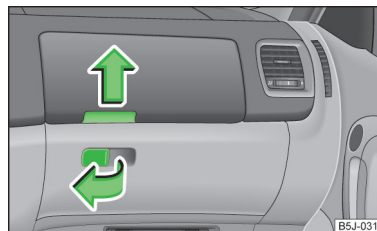

Fig. 66
- Tirez la poignée du couvercle vers la flèche » fig. 66 et rabattez le couvercle.